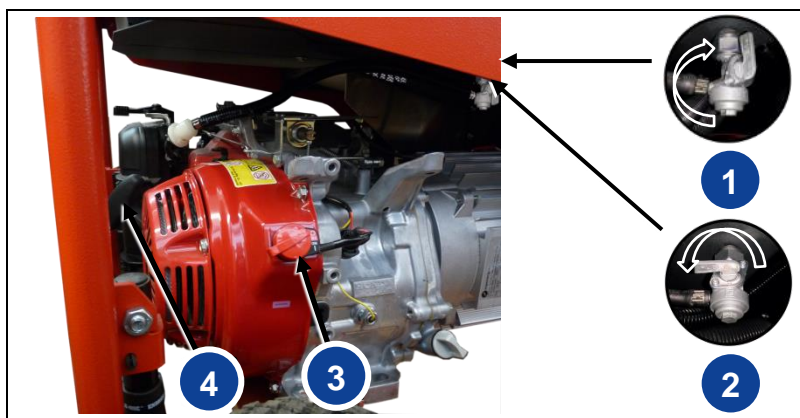

Fig. 4-2: Organes de commande Démarrage manuel
1. Tournez le robinet d'essence dans le sens des aiguilles d'une montre dans la position la plus haute (Fig. 4-2-(1)), pour l'ouvrir.
3. Tournez l'interrupteur du moteur (Fig. 4-2-(3)) jusqu'à la position "ON I".
4. Démarrez le moteur en tirant fort sur le lanceur à rappel automatique (Fig. 4-2-(4)).
3. Tournez l'interrupteur du moteur (*Fig. 4-2-(3)*) vers le bas jusqu'à la position "OFF (Arrêt)".
4. Tournez le robinet d'essence dans le sens inverse des aiguilles d'une montre jusqu'à ce qu'il soit à l'horizontale (*Fig. 4-2-(2)*), pour le fermer.